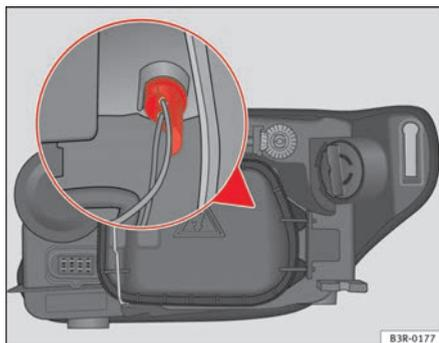

Fig. 206 Ampoule feux de position
- Retirez le support d'ampoules en le saisissant par la base ⇒ fig. 206 (on peut aussi l'extraire en tirant les câbles du support).